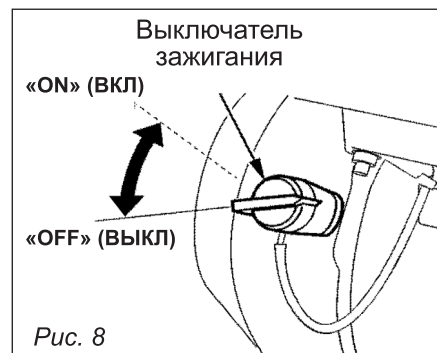

Рис. 8
- Установите переключатель двигателя в положение «ВКЛ» (рис. 8). Для моделей с электрозапуском переведите ключ в положение «ВКЛ».
Чтобы остановить двигатель в случае крайней необходимости, поверните переключатель в позицию «ВЫКЛ» (см. рис. 8).